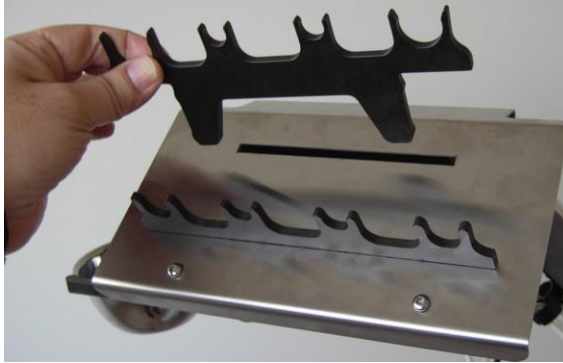

Figura 3-16. Inserción del soporte superior de las piezas manuales
3. Inserte el soporte superior de piezas manuales en la ranura superior de la bandeja de piezas manuales, como se muestra en la Figura 3-16.